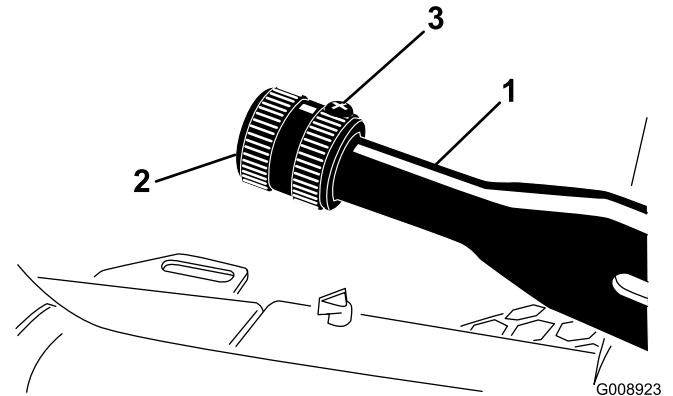

Bild 51
1. Lockern Sie die Stellschraube, mit der das Handrad am Feststellbremshebel befestigt ist (Bild 51).